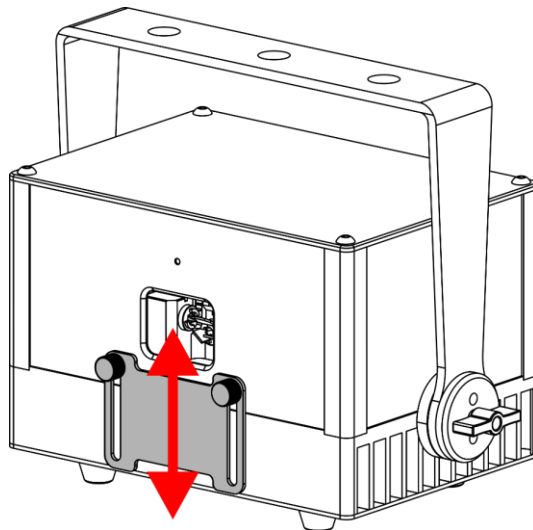

Fig. 13
- 01) Ruotare le 2 **viti di regolazione della piastra di mascheratura (05)** in senso anti-orario per liberarle.
- 02) Far scorrere la **piastra di mascheramento dell'apertura (04)** verso l'alto o verso il basso per regolare la posizione (cfr. Fig. 13).
- 03) Ruotare le 2 **viti di regolazione della piastra di mascheratura (05)** in senso orario per serrarle. Accertarsi di non serrarle troppo.